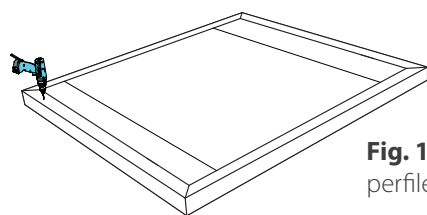

Fig. 151. Taladrar los perfiles de PVC
3. Se realizan unos taladros para introducir los remaches con una broca de $\varnothing 5\text{mm}$ (Fig. 151, 152).